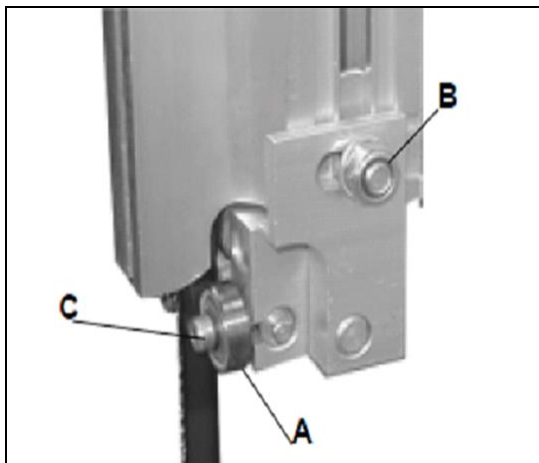

Fig 24
Desserrer l'écrou hexagonal (B, Fig 24) et régler en profondeur l'unité de guidage, de façon à ce que la distance entre la base des dents et les galets de guidage latéraux (A) soit d'environ 2 mm.